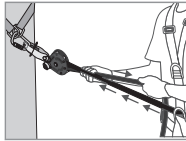
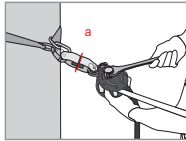

Fig 3
Fig 4
När du har monterat livlinan måste du göra en förinställning av spänningen genom att för hand dra i linan (vid linans ände – Bild 3). Då bör kammen (8) och kampsaken (4) automatiskt komma i kontakt med linan. Fäll ned kampsaken (4) och använd sedan en lämplig nyckel för att ställa in spänningen på spänningsjusteringsstiftet (1) till dess att spänningsindikators bricka (a) som sitter på spänningsindikatorn (2) roterar fritt (Bild 4). Sluta att dra åt så fort bricken rör sig fritt! Förspänningen bör ligga på omkring 1 kN. Vid användning ska du kontrollera denna spänning (att spänningsindikators bricka roterar) och justera den vid behov enligt ovanstående beskrivning.